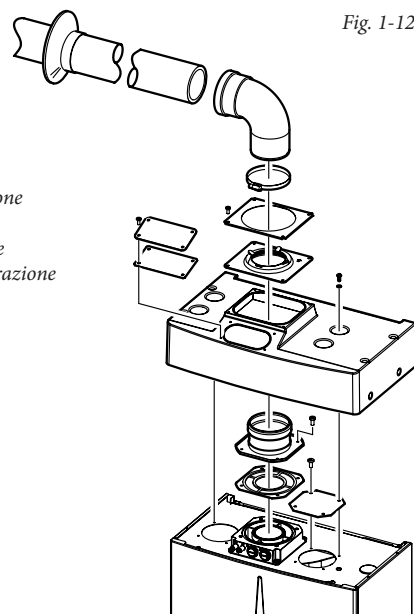

Fig. 1-12
• **Montaggio kit copertura (Fig. 1-12).** Smontare dai fori laterali rispetto a quello centrale i due tappi e le guarnizioni presenti, quindi coprire il foro di aspirazione destro con l'apposita piastra fissandolo sul lato sinistro con 2 delle viti precedentemente smontate. Installare la flangia Ø 80 di scarico sul foro più interno della caldaia interponendo la guarnizione presente nel kit e serrare con le viti in dotazione. Installare la copertura superiore fissandola con le 4 viti presenti nel kit interponendo le relative guarnizioni. Innestare la curva 90° Ø 80 con lato maschio (liscio), nel lato femmina (con guarnizioni a labbro) della flangia Ø 80 sino a portarla in battuta, infilare la guarnizione facendola scorrere lungo la curva, fissarla tramite la piastra in lamiera e stringere mediante la fascetta presente nel kit facendo attenzione di fermare le 4 linguette della guarnizione.